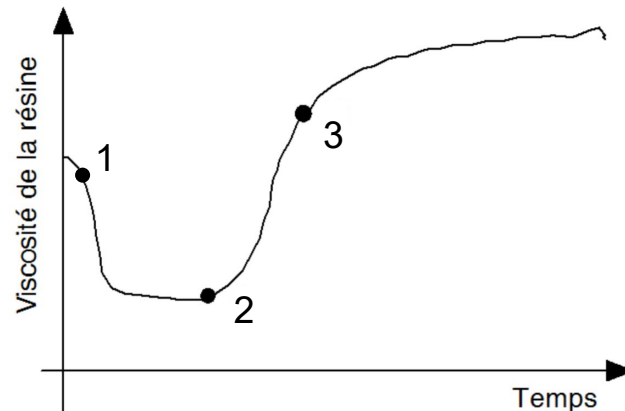

Figure 8 : Evolution de la viscosité d'une résine thermodurcissable en fonction du temps.
9. Le diagramme ci-dessous (figure 8) donne l'allure générale de la viscosité d'une résine thermodurcissable pendant sa réticulation (pré-imprégné). Que se passe-t-il aux points 1, 2 et 3 ?